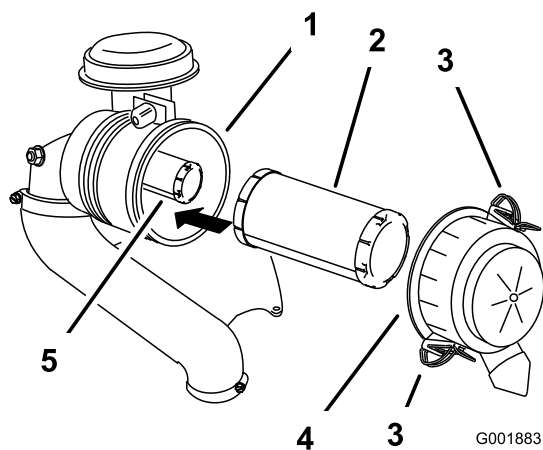

Figura 27
3. Eliberai elementele de fixare ale filtrului de aer i îndepărtai capacul filtrului de aer (Figura 27).
5. Glisai uor filtrul primar din corpul filtrului de aer (Figura 27).
2. Dacā înlocuii filtrul de sigurană, glisai-l cu atenie în corpul filtrului (Figura 27).
3. Glisai cu atenie filtrul primar peste filtrul de sigurană (Figura 27).
4. Montați capacul filtrului de aer cu partea cu indicaia **up** (sus) în sus i fixai-l cu elementele de fixare (Figura 27).